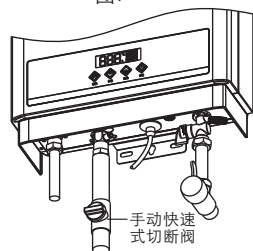

图10
- ② 使用液化石油气时，5L~8L热水器请使用流量为0.6m³/h减压阀，10L以上热水器请使用1.2m³/h的减压阀；使用天然气和人工煤气时，应用硬管或金属软管螺纹连接，燃气管路和球阀通径不得小于15mm，否则将影响使用效果，造成出水温度不够。（图10）
- ③ 使用人工煤气时请燃气公司对燃气表的量程进行审核，否则，量程不够会出现火力不足而导致冬季使用水不热。建议：使用人工煤气的燃气表最大量程为10m³/h，使用天然气的燃气表最大量程为4m³/h。